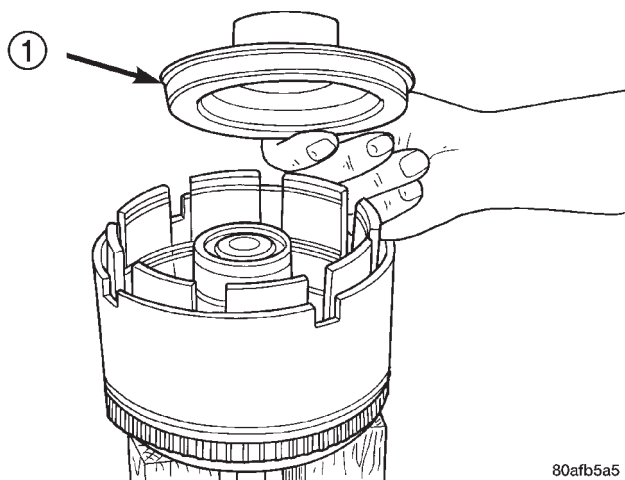

Fig. 261 Underdrive Clutch Piston
- (7) Install UD clutch piston (Fig. 261).